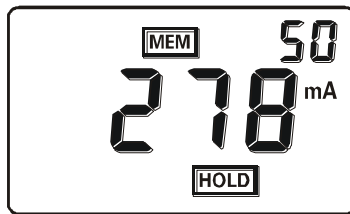

图10
*如图 10，锁定被测电流 278mA ，同时作为第 50 组数据存储，此时内存已满。